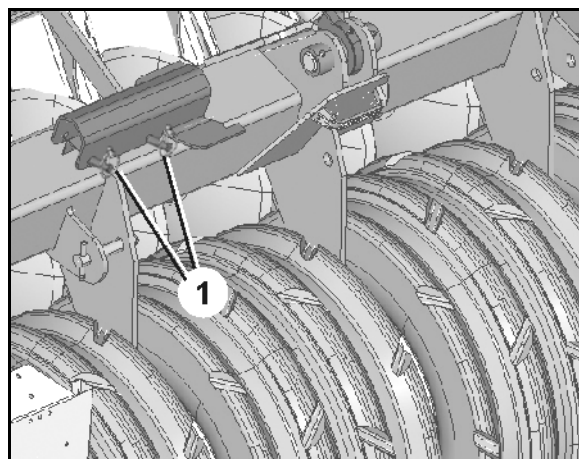

Fig. 32
2. Une fois le travail terminé : démontez le crochet sur le vérin hydraulique et fixez-le en position de stationnement avec l'axe et la goupille (Fig. 32/1).